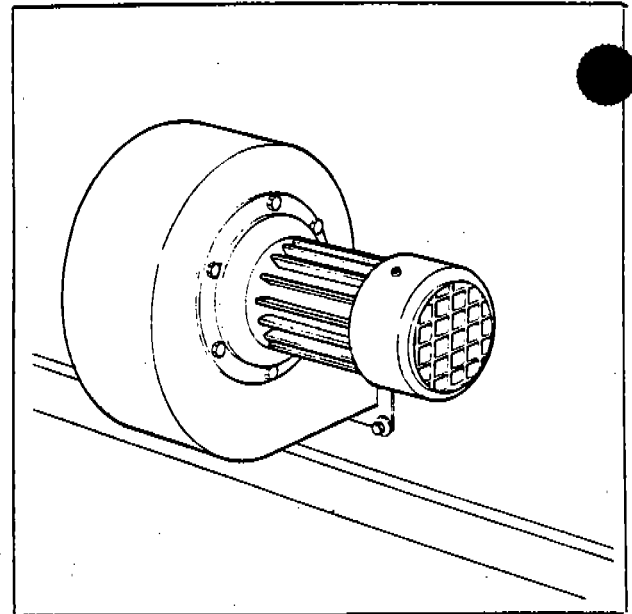

Fig. 41
- a) Check if the cooling fan on the power box (Fig. 41) works, if not, repair it.
- a) Controllare che il ventilatore sul quadro elettrico (Fig. 41) funzioni. In caso contrario identificare il guasto e ripararlo.